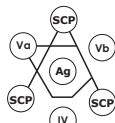

Figura 4
IV. FORTEMENTE POSITIVA as linhas de controle inclinam-se em direção ao corpo central (Ag) antes de alcançar o poço contendo a amostra fortemente positiva, continuando como uma linha difusa situada próximo ao poço do Ag (figura 4). Esta reação indica que a concentração de anticorpos na amostra é elevada.
V. INESPECÍFICA observa-se uma linha de precipitação entre o poço do Ag e o poço da amostra que está sendo testada. Entretanto, esta linha inespecífica não forma uma linha contínua com as linhas de controle, (observar figura 4 - Va). Entre as linhas de controle e a linha inespecífica forma-se um ângulo mais agudo do que aquele formado com a linha específica de identidade com a Leucose Enzoótica Bovina. A formação desta linha inespecífica deve-se a outras reações Ag-Ac que não a de Leucose Enzoótica Bovina. No entanto, algumas vezes, duas linhas, uma específica para a Leucose Enzoótica Bovina e outra inespecífica, podem ocorrer em uma mesma amostra (figura 4 Vb). Por isso, deve-se ter cuidado ao analisar uma linha inespecífica, a qual pode estar obscurecendo uma reação específica para a Leucose Enzoótica Bovina. Neste caso, a amostra deve ser novamente testada e a reação observada a intervalos freqüentes, o que pode tornar mais fácil determinar se a mesma é positiva ou negativa.